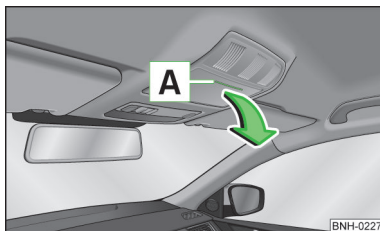

Fig. 54
- Apăsăți pe capatul compartimentului pentru ochelari în zona **A** » fig. 54.
- Rabatați capatul compartimentului pentru ochelari în sens contrar săgeții » fig. 54, până se fixează cu un zgomot specific.